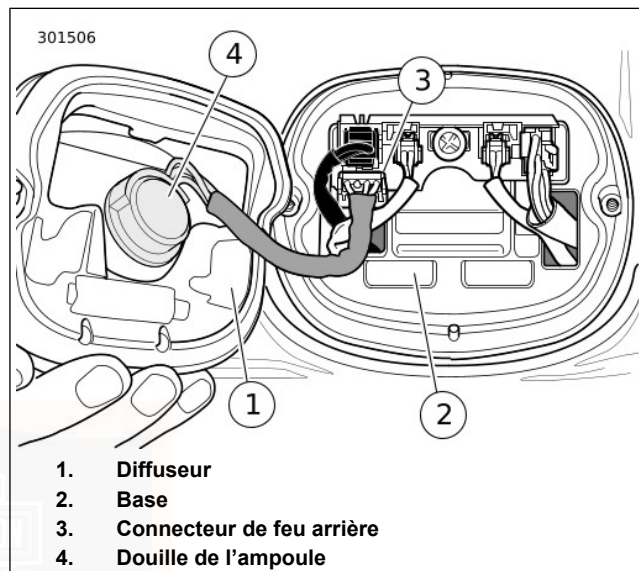

Figure 93. Ensemble du feu arrière
2. Voir Figure 93. Débrancher le connecteur du feu arrière (3).
3. Tourner la douille d'ampoule (4) d'un quart de tour dans le sens antihoraire et la retirer de l'ensemble de feu arrière. Déposer l'ampoule.
2. Voir Figure 93. Introduire la douille (4) dans l'ensemble de feu arrière. Tourner d'un quart de tour dans le sens horaire.
3. Attacher le connecteur de feu arrière (3).